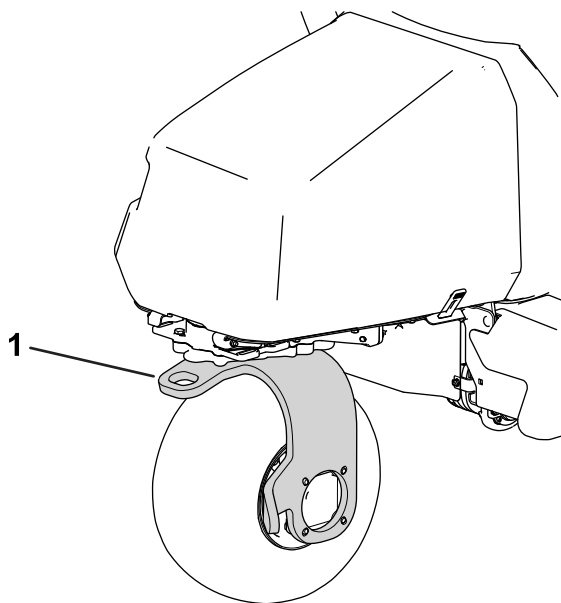

Рисунок 34
13. Используйте вилку заднего поворотного колеса для буксировки машины (Рисунок 34).